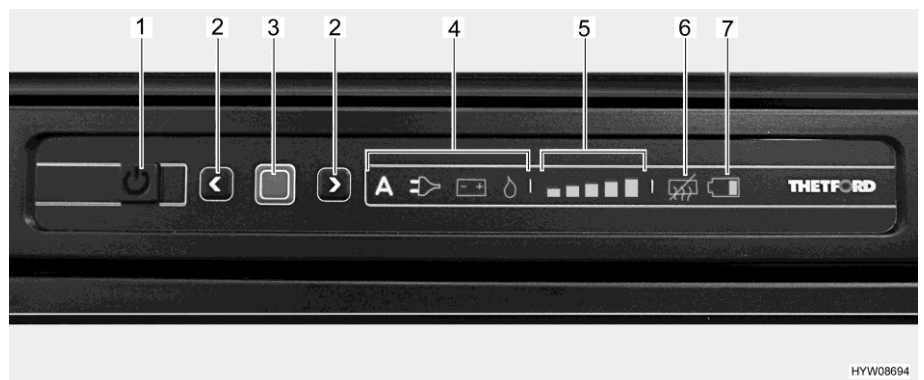

Fig. 249 Quadro comandi LED (frigorifero Thetford)
- Premere il tasto On/Off (Fig. 249,1) per 1 secondo. Il tasto si illumina di verde. Dopo circa 10 secondi, l'indicatore viene attenuato per risparmiare energia.
- Premere il tasto di conferma (Fig. 249,3). Viene visualizzata l'ultima modalità di funzionamento selezionata.
- Premere il tasto di conferma (Fig. 249,3) per circa 2 secondi. I simboli della modalità di funzionamento lampeggiano.
- Selezione manuale dell'energia: Selezionare le fonti di energia desiderate con i tasti freccia (Fig. 249,2).
- Sistema automatico di selezione di energia (solo per modelli con selezione automatica dell'energia): Selezionare la modalità di funzionamento "A" con i tasti freccia (Fig. 249,2).
- Confermare la scelta con il tasto di conferma (Fig. 249,3).
- Premere nuovamente il tasto di conferma (Fig. 249,3). L'indicatore del livello di refrigerazione (Fig. 249,5) lampeggia.
- Per modificare l'impostazione, premere i tasti freccia (Fig. 249,2) fino a visualizzare l'impostazione desiderata.
- Premere il tasto On/Off (Fig. 249,1) per circa 2 secondi. Tutte le spie si spengono. Il frigorifero è spento.
Dopo l'accensione il frigorifero seleziona automaticamente la regolazione del termostato selezionata per ultima. Questa impostazione può essere modificata manualmente con i tasti freccia (Fig. 249,2). Ci vogliono alcune ore prima che il frigorifero raggiunga la temperatura normale di esercizio. Quando si commuta a un'altra modalità di funzionamento, la regolazione sul termostato viene mantenuta.